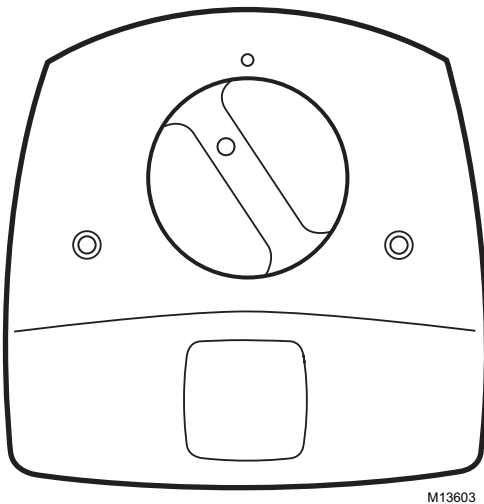

Fig. 16. Placer la lampe de façon à la réinsérer dans le culot.
7. Insérer la lampe dans la base de façon à ce que le voyant soit à 11 heures (à gauche du bouton en relief situé sur le couvercle de l'appareil). Exercer une légère pression et tourner doucement dans le sens antihoraire jusqu'à ce que la lampe soit complètement insérée dans le culot. Voir la Fig. 16.
8. Insérer la lampe dans la base de façon à ce que le voyant soit à 11 heures (à gauche du bouton en relief situé sur le couvercle de l'appareil). Exercer une légère pression et tourner doucement dans le sens antihoraire jusqu'à ce que la lampe soit complètement insérée dans le culot. Voir la Fig. 16.